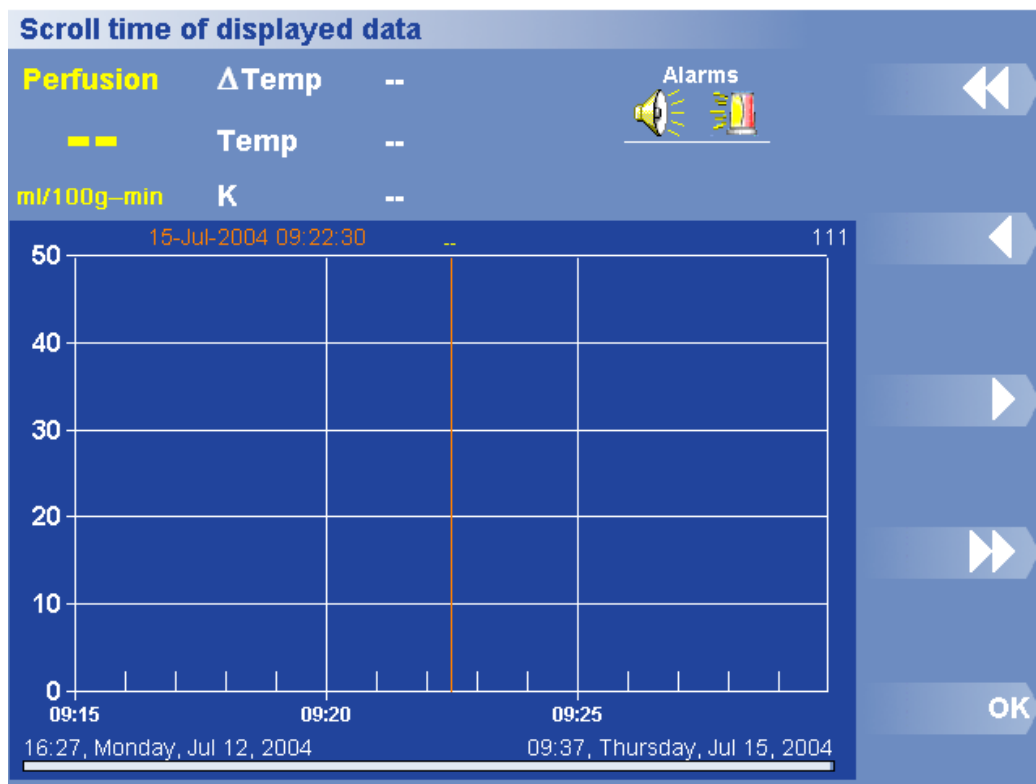

図 34 時間のスクロール
1. Options (オプション) > View Data (データの表示) > Scroll Time (時間のスクロール) を押します。時間のスクロール画面が表示されます (図 34)。